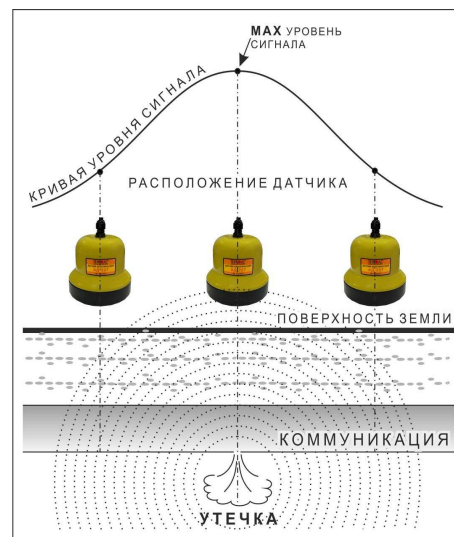

Рис.7
4.3.1 Установить акустический датчик над предполагаемой трассой (рис.7). Включить режим «измерение» кнопкой $\frac{\text{II}}{\text{II}}$ поз.7 рис.5, после этого следует настроить приемник на специфический шум протекающей по трубопроводу воды для этого: